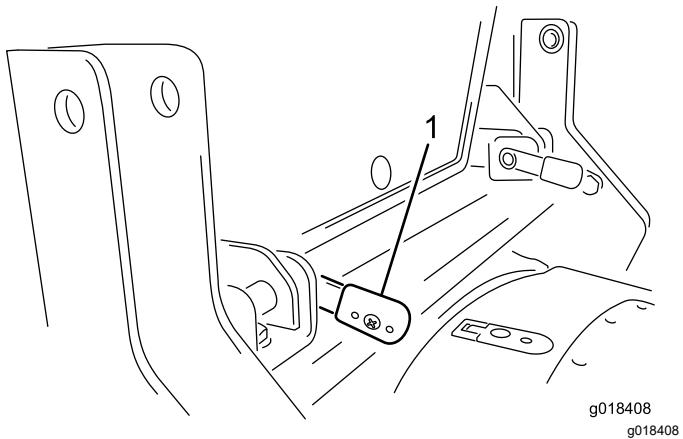

Figure 25
5. Tournez les poignées des goupilles de verrouillage à l'horizontale (Figure 25) et fixez les goupilles de verrouillage avec les 2 goupilles fendues.